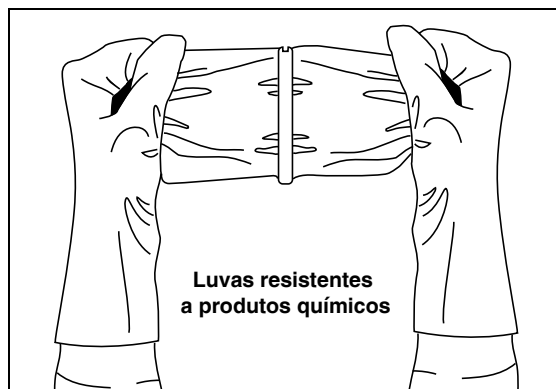

Figura 19. Remoção do prendedor do composto selante
- Remova o saco de "Composto selante" do pacote de folha metálica. Segure as extremidades, uma em cada mão, então puxe firmemente para remover o prendedor plástico [Figura 19].